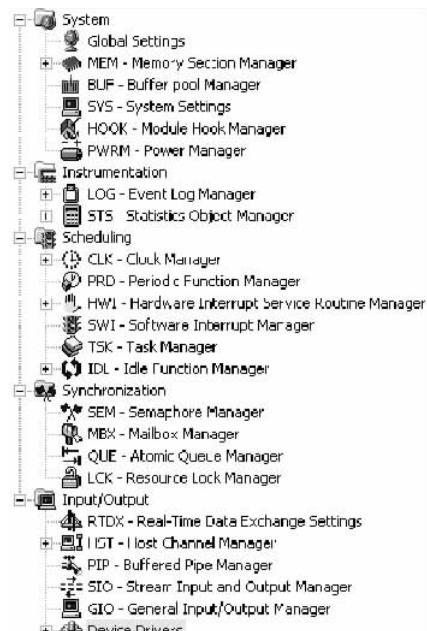

图 1-2 配置工具模块树
- **图形方式**。用户可以使用 DSP/BIOS 配置工具打开并浏览配置脚本。其界面类似于 Windows 的资源管理器，如图 1-2 所示。当使用图形方式来编辑 DSP/BIOS 配置时，用户可以在树型视窗中创建对象，然后在对话框里设置其属性。